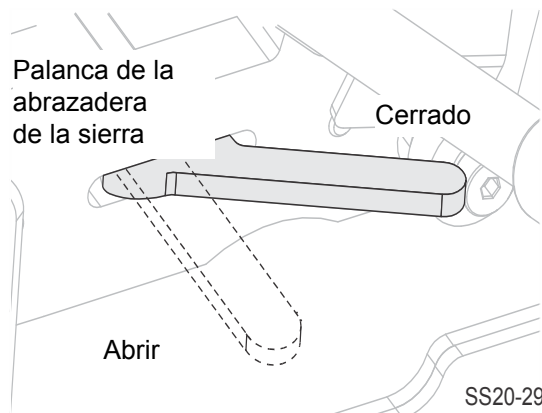
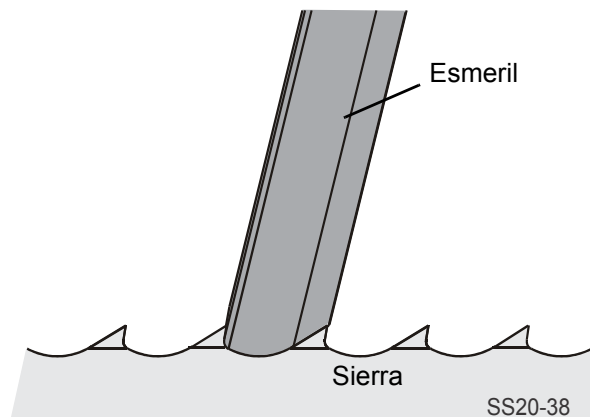
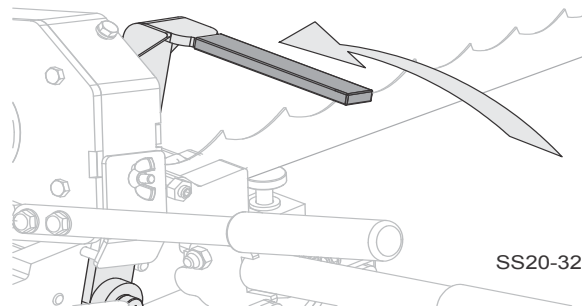

FIG. 3-2
FIG. 3-5
FIG. 3-8
- Monte la sierra en el Afilador y Triscador. Abra la abrazadera de la sierra y coloque la sierra entre las placas de sujeción con el extremo inferior reposando sobre los puntales del soporte de la sierra. Ajuste la altura del guiasierra posterior de forma que la parte inferior de la sierra quede aproximadamente al mismo nivel que el extremo inferior de la sierra en el afilador. Vea la fig. 3-2
2. **Ajuste la orientación izquierda y derecha de la sierra.** Baje el esmeril para alinear la sierra en la garganta de los dientes de la sierra. Vea la fig. 3-5 Cierre la palanca de la abrazadera de la sierra para sujetar la sierra en su lugar exacto. Vea la fig. 3-2.
- Apriete la tuercas de ajuste para fijar la clavija del trinquete de empuje en esta posición. Se pueden hacer pequeños ajustes del trinquete de empuje moviendo solo la tuerca lateral del esmeril; para un ajuste mayor, deberá aflojar la tuerca de seguridad del lado exterior. Avance un diente moviendo la manija del trinquete de empuje a izquierda y derecha. Vea la fig. 3-8 . Vuelva a comprobar la posición con el esmeril. Vea la fig. 3-5 .